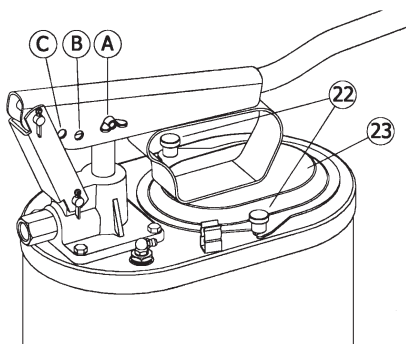

Рис. 2
1. Для заполнения контейнера следует поднять рычаг и ослабить винты с накатанной головкой (23), после чего открыть крышку (24) (рис. 2).